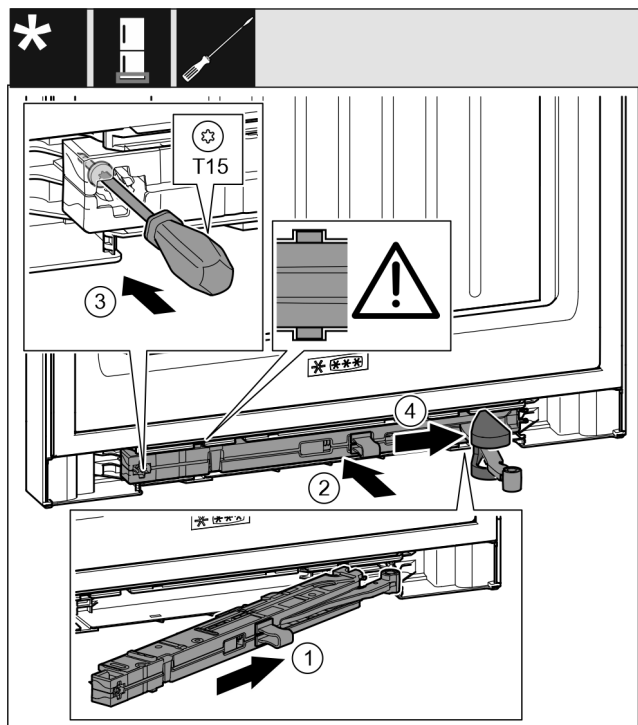

Fig. 34
- Schließdämpfereinheit Fig. 34 (1) auf der Lagerbockseite bis zum Anschlag schräg in die Aussparung einschieben.
- Schließdämpfereinheit Fig. 34 (2) vollständig in Aussparung schieben.
- Schraube Fig. 34 (3) mit einem Schraubendreher festschrauben.
- Abdeckung Fig. 34 (4) über Gelenk schieben.